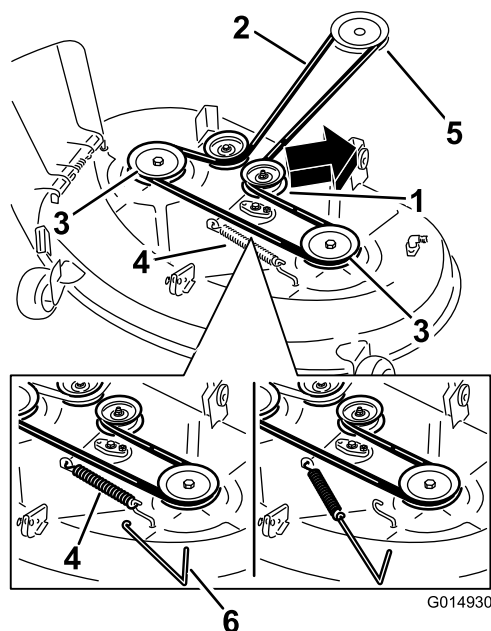
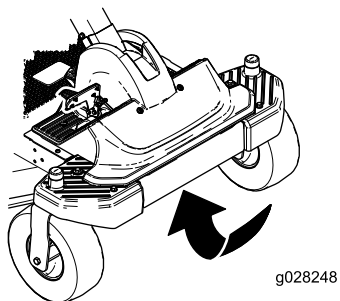

Figure 59
Figure 60
5. À l'aide d'un outil de dépose de ressort (réf. Toro 92-5771), décrochez le ressort du crochet sur le tablier pour détendre la poulie de tension, et déchaussez la courroie des poulies (Figure 59).
6. Acheminez la courroie neuve autour de la poulie du moteur et des poulies du tablier de coupe (Figure 59).
7. À l'aide d'un outil de dépose de ressort, accrochez le ressort au crochet situé sur le tablier pour tendre la poulie de tension et la courroie du tablier de coupe (Figure 59 et Figure 60).
Enlevez les débris situés sous l'avant de la machine à l'air comprimé ou manuellement avec une brosse (Figure 60).